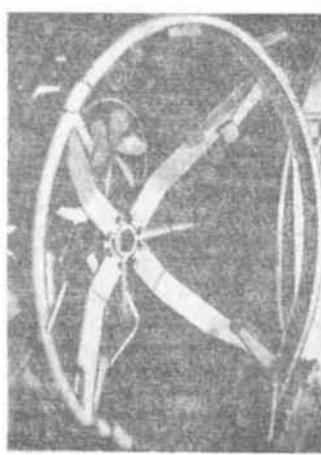

Рис. 2. Заводская (а) и модернизированная (б) оправы отражателя дуговой лампы
11. Можно рекомендовать также замену заводской оправы отражателя (рис. 2, а) на новую, облегченного типа (рис. 2, б), разработанную для этой лампы в НИКФИ.